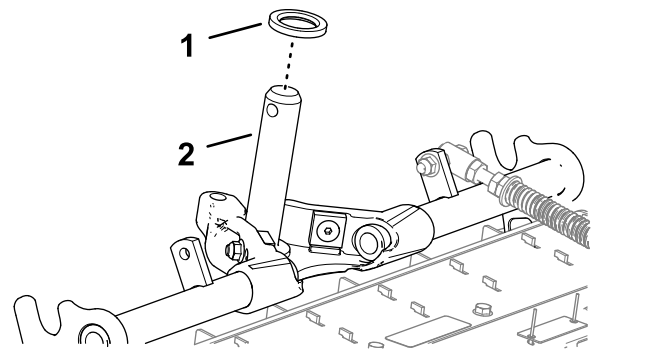

図 24
1. 皿穴スラストワッシャをキャリアフレームのシャフトに取り付ける 図 24。